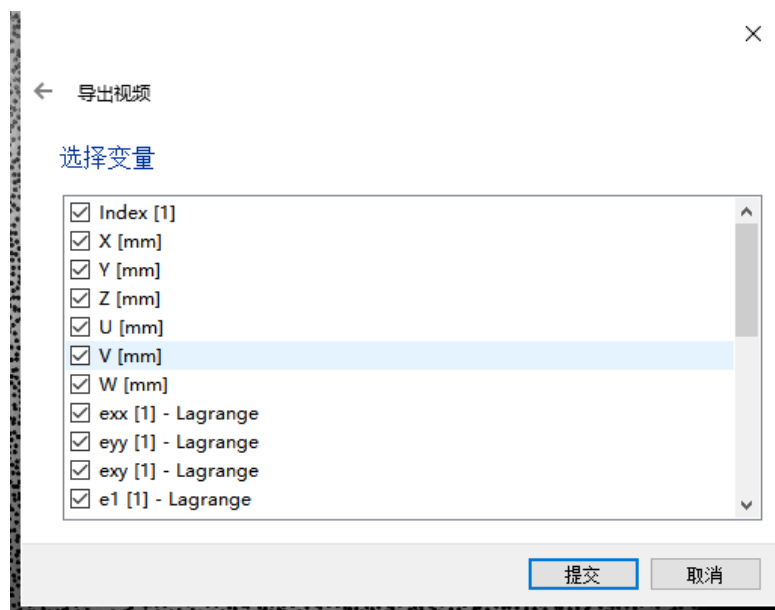

图 24
4、 最后导出并**保存数据-文件命名-选择数据和文件-导出视频-提交保存**。选择数据和变量可以根据需要打钩，默认是全选。如图 24 所示。